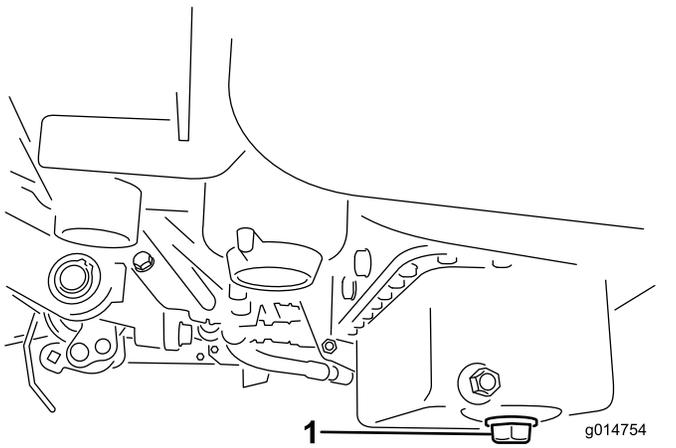

Figura 31
1. Retire o tampão de escoamento e deixe o óleo escorrer para um recipiente adequado. Quando o óleo parar, volte a montar o tampão de escoamento (Figura 31).